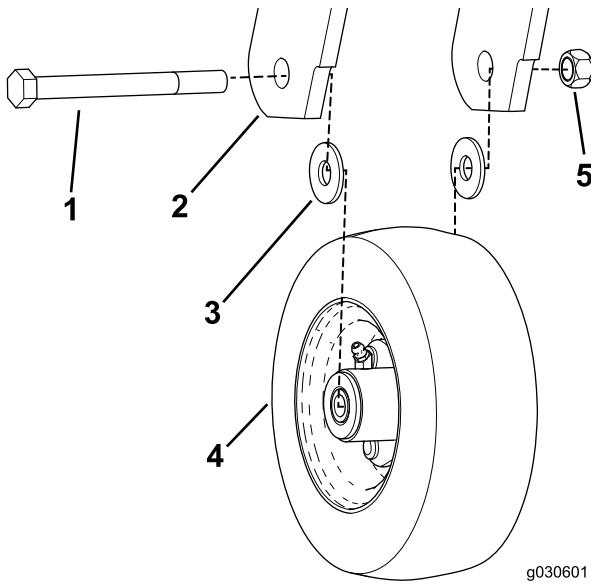

図 37
6. キャスタホイールアセンブリとキャスターフォークの間に平ワッシャを入れ、ボルトとロックナットで組み付けを行う図 37。